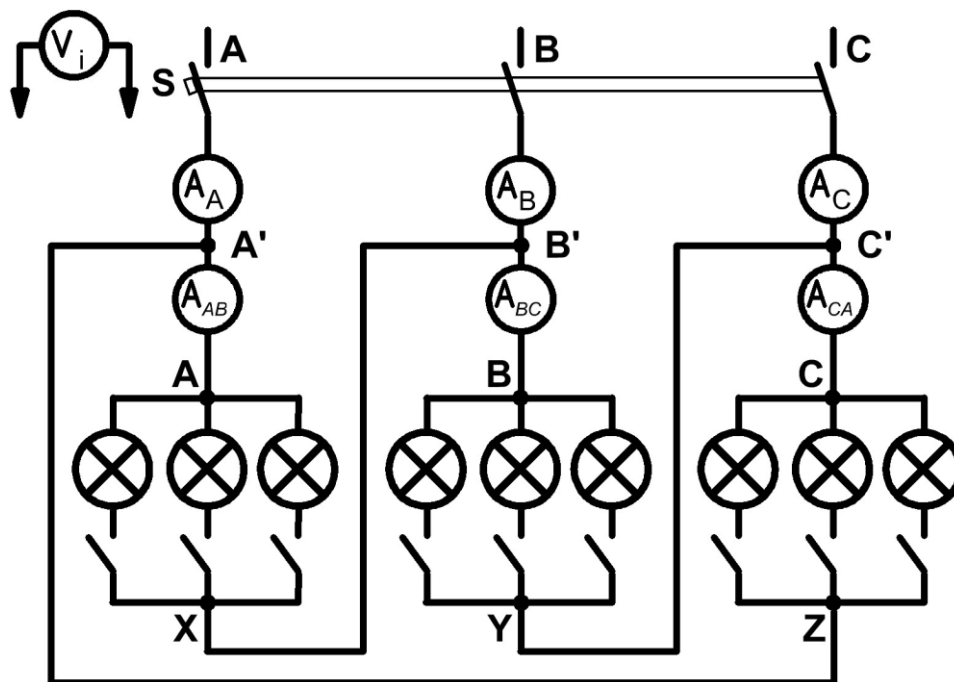

Рисунок 3 – Схема для исследования трёхфазной электрической цепи при соединении приёмника треугольником
2. Изучить схему электрической цепи (рисунок 3).